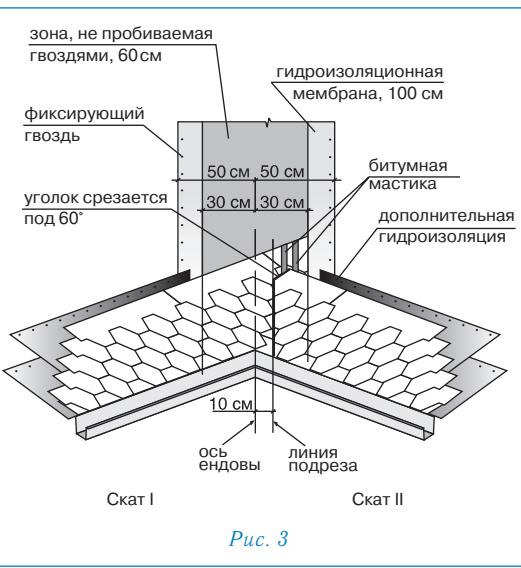

Рис. 3
- лист, подходящий к ендовой со ската II, должен доходить до линии подрезки и обрезаться по ней. Верхний уголок обрезанного края листа подрезается под углом 60° (5×3 см — рис. 3);